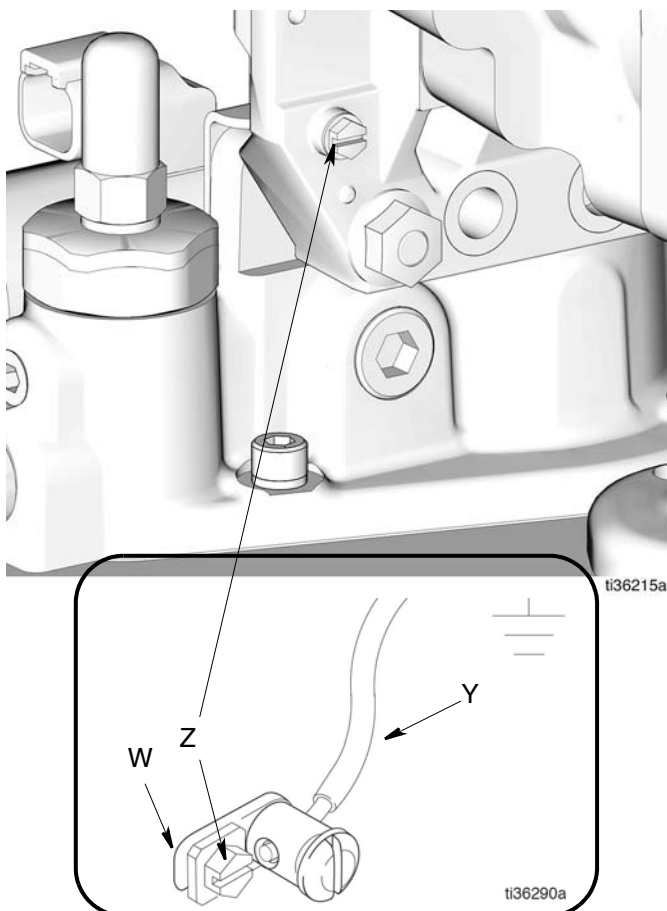

FIG. 1
Raccordement de la pompe à la terre : Retirer la vis de mise à la terre (Z) située au dos du boîtier de vitesses et l'insérer dans l'œillet de la cosse à anneau (W) à l'extrémité du fil de terre (Y). Revisser la vis de mise à la terre (Z) sur la pompe et bien la serrer. Raccorder l'autre extrémité du fil de terre (Y) à une vraie terre (FIG. 1). Pour commander un fil de terre et un serre-câble, indiquer le n° de pièce 222011.